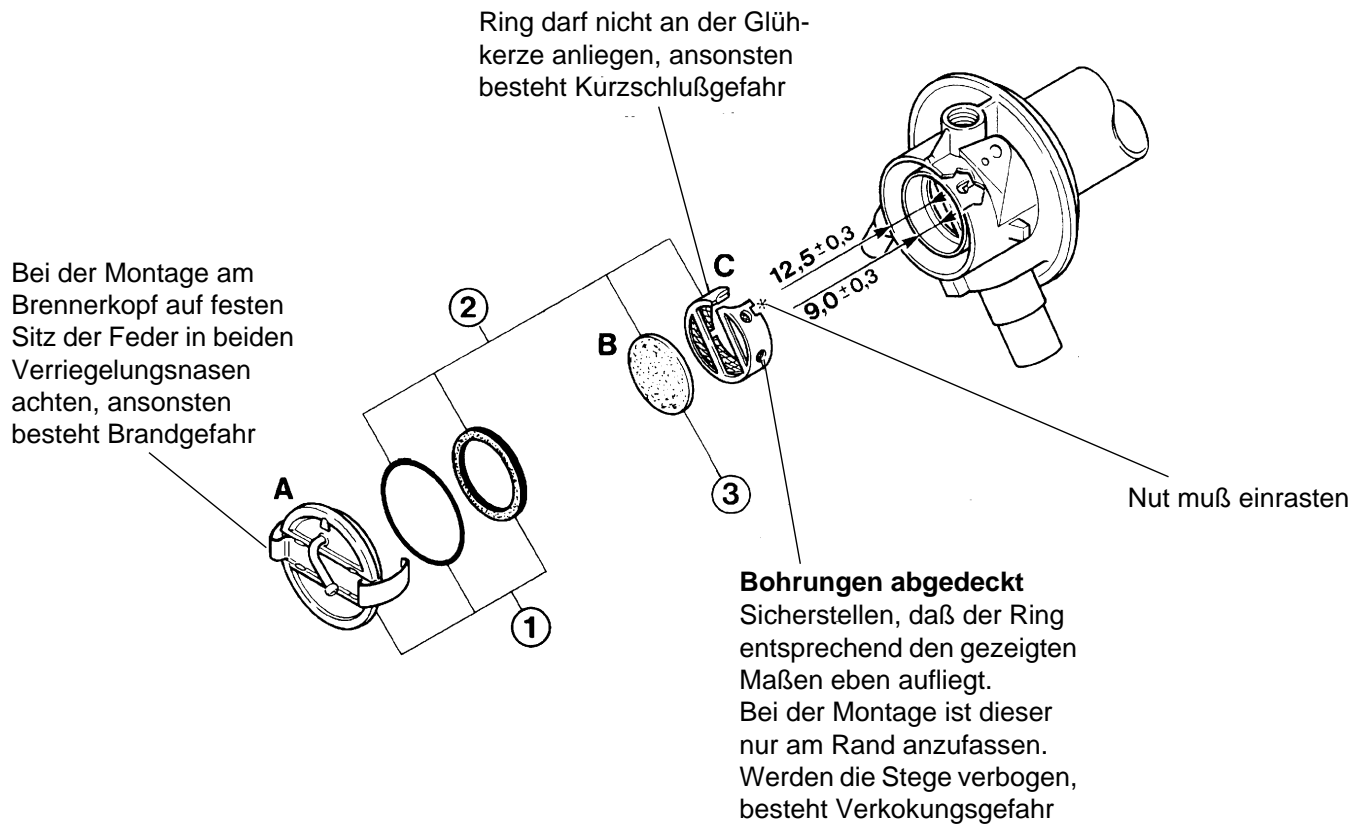
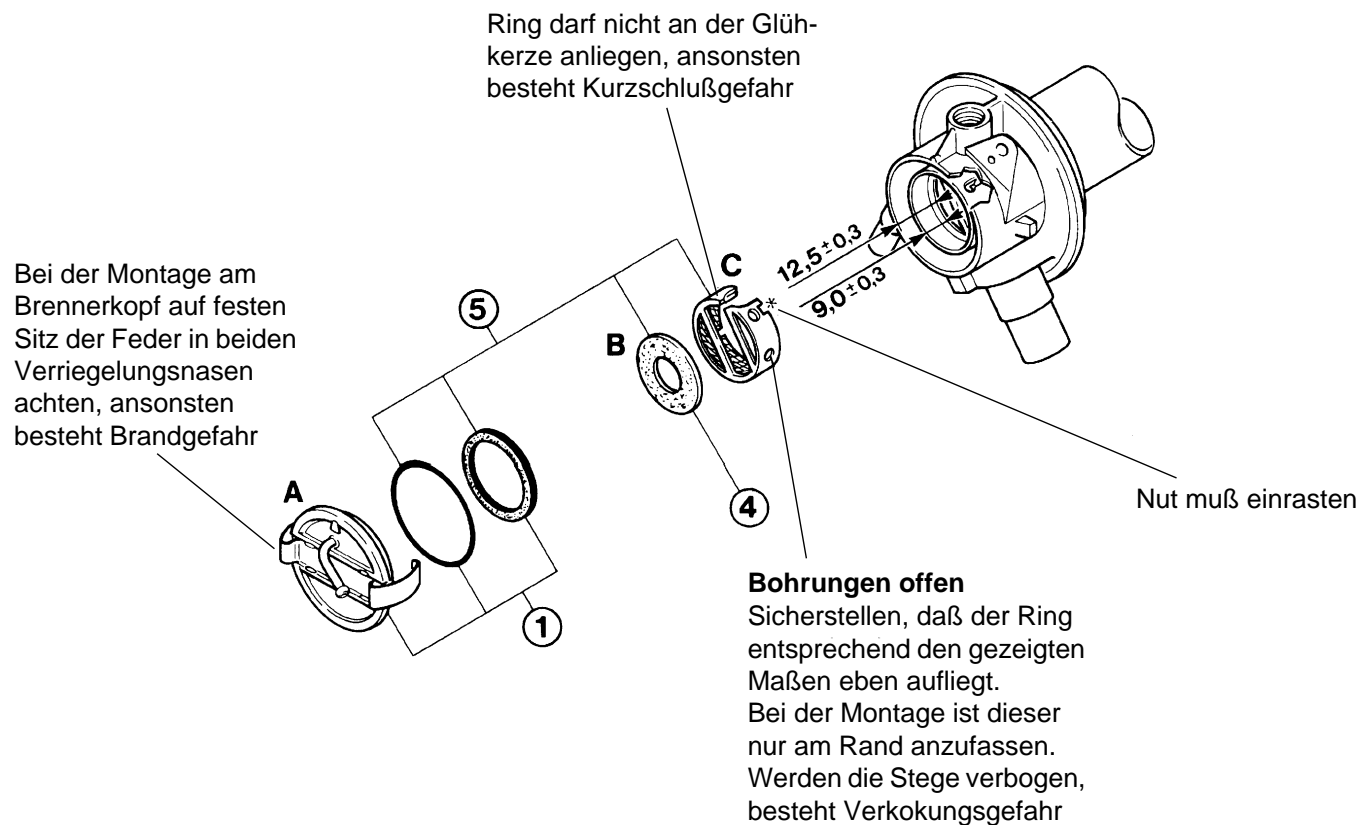

Abb. 909 Montagefolge am Brennerkopf, Benzin
Abb. 910 Montagefolge am Brennerkopf, Diesel
Das Vlies ist bei der Benzin- und Dieselsonversion unterschiedlich (siehe Abb. 909 bzw. 910). Bei der Montage sind, bis auf den Deckel, alle Teile (Runddichtring, Vlies, Ring und Dichtring) zu erneuern.
1. Vlies, unter Beachtung der Montagefolge, gemäß Abb. 909 (BBW 46) oder gemäß Abb. 910 (DBW 46) einbauen.